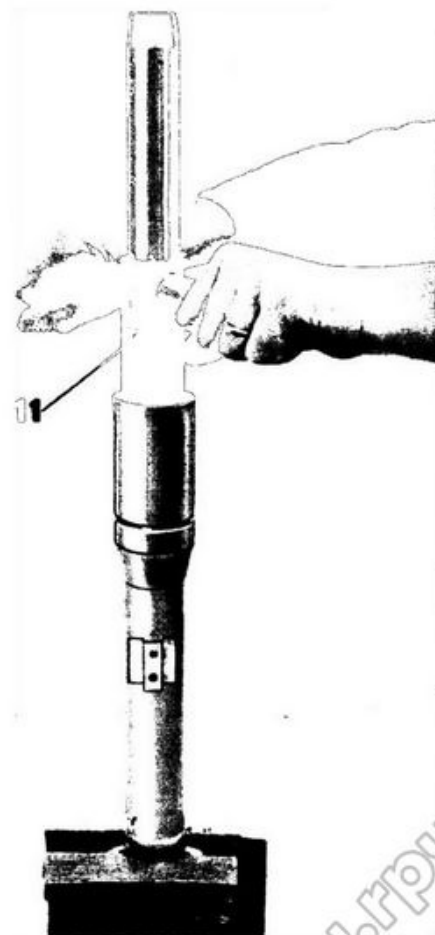

Fig. 114
- la custodia dopo aver pressato il corteco avvitandola sul gambale a mezzo chiave speciale n. 12912600 (11 di fig. 114);